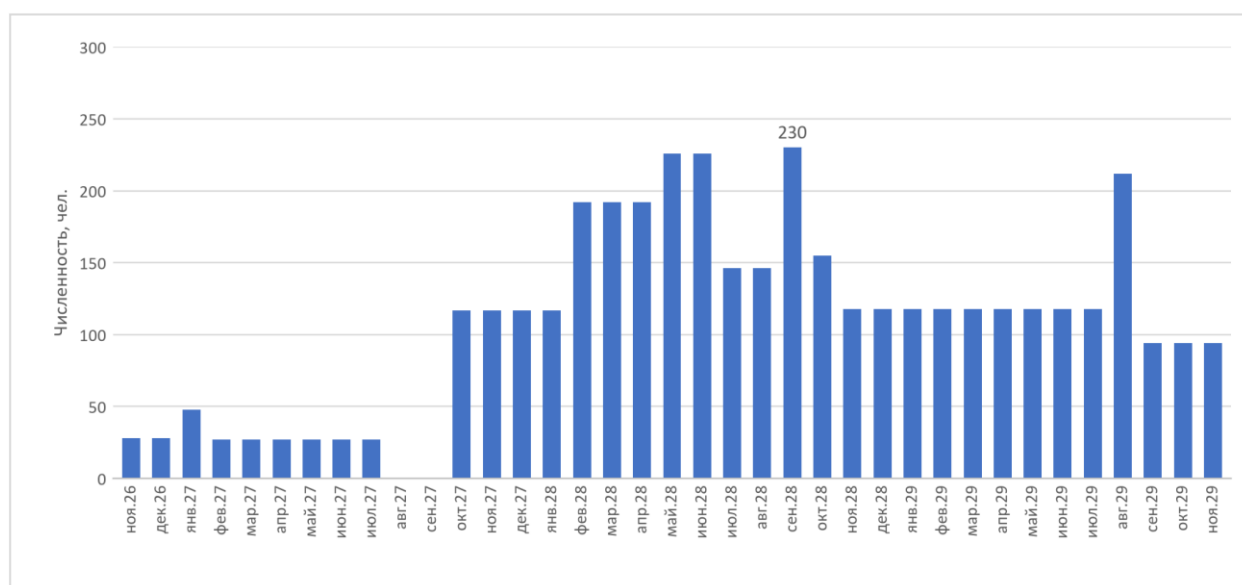

Рисунок 36 - Загрузка персонала по месяцам постройки
Пик (рисунок 36) - 230 основных производственных рабочих в 09.2028. Со вспомогательными (58) и ИТР производства (35) - до 323 человек, средняя численность на постройке 108. Затраты на персонал - 6.5.